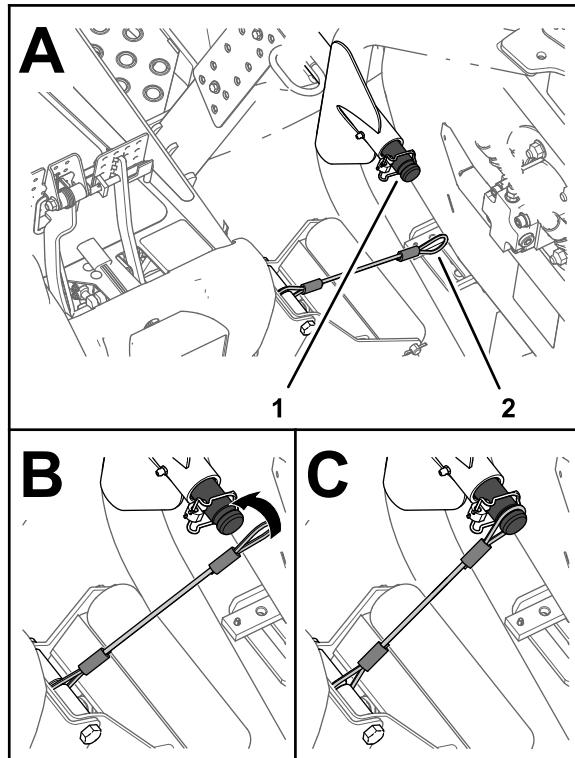

Рисунок 28
5. Совместите строп с несущим валом подъемного рычага переднего наружного режущего блока (Рисунок 28).
6. Наденьте петлю стропа на несущий вал до полной посадки петли в канавку вала (Рисунок 28).